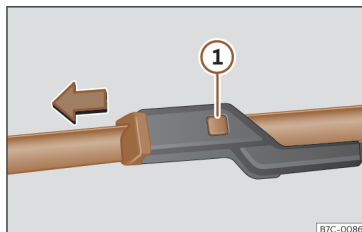

Fig. 179 Substituição das escovas do limpador para-brisas.
- Mantenha pressionado o botão de desbloqueio >>> **Fig. 179**  puxando ligeiramente pela escova no sentido da seta.